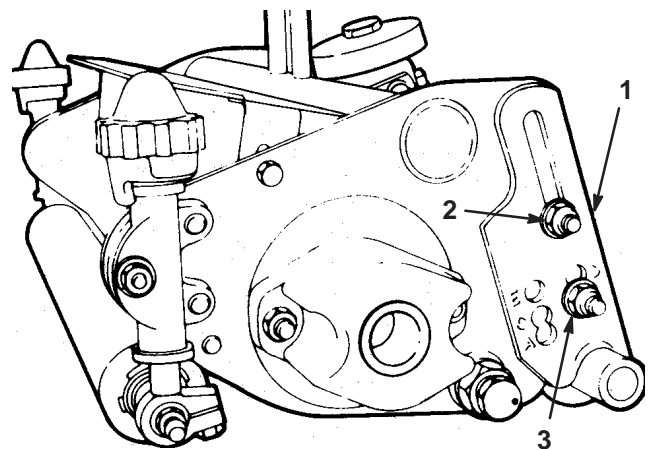

Bild 3
2. Montieren Sie die Halterungen für die hintere Schnitthöhe an der gewünschten Position. Lösen Sie die obere Kopschraube und Mutter und nehmen Sie die untere Mutter und Schraube an der linken und rechten Seite des Mähwerks ab (Bild 3).